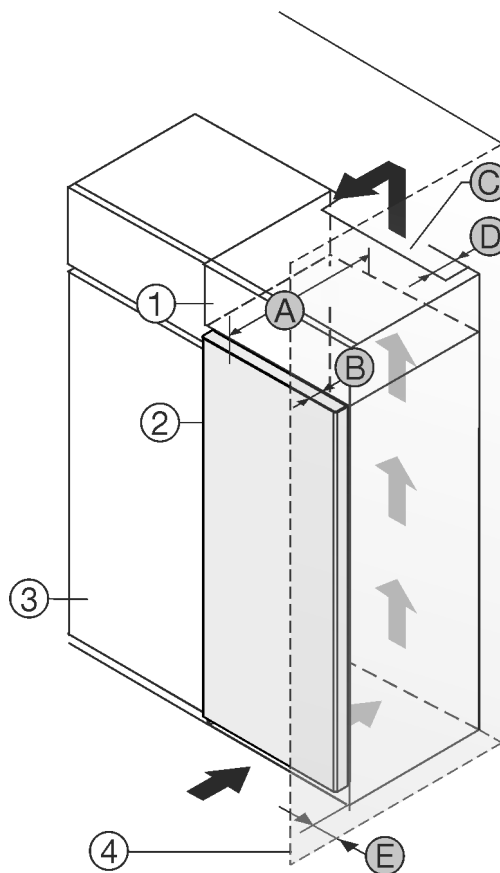

Fig. 1
Вы можете установить устройство непосредственно рядом с кухонным шкафом Fig. 1 (3).\*
На задней стенке дополнительного шкафчика должен быть вентиляционный канал с глубиной Fig. 1 (D) по всей ширине этого шкафа.\*
Нужно соблюдать вентиляционное отверстие Fig. 1 (C) под нижней панелью.\*
Если устройство устанавливается на шарнирах у стены Fig. 1 (4), то расстояние между устройством и стеной должно быть не менее 13 мм.\*
Если устройство устанавливается на шарнирах у стены Fig. 1 (4), то расстояние между устройством и стеной должно быть не менее 20 мм.\*
Чтобы можно было полностью открыть дверь, устройство должно выступать на глубину двери Fig. 1 (B) относительно передней стенки кухонного шкафа. В зависимости от глубины кухонных шкафов Fig. 1 (3) и использования пристенных распорок устройство может выступать и больше.\*